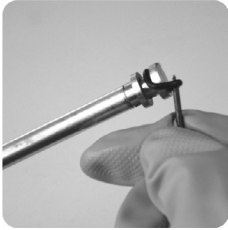

Fig. 18
12. Retirar o anel de vedação/oring do suporte caso esteja danificado/gasto, conforme fig. 18.